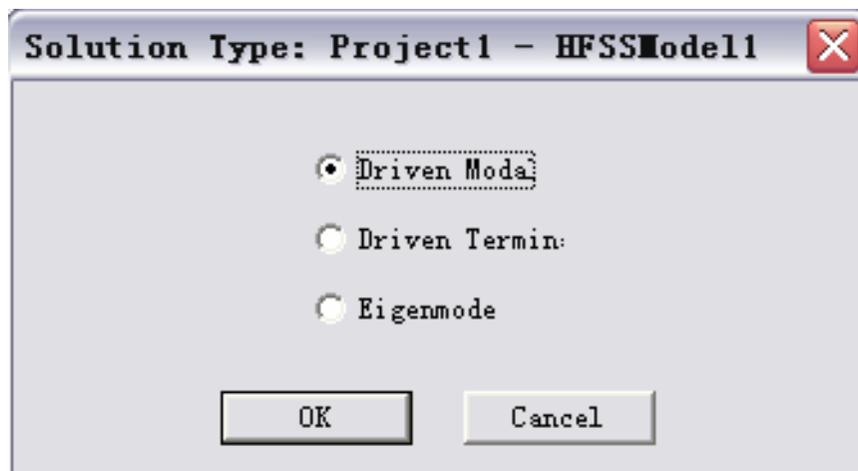

图5-1-19设置求解类型
(1) 在菜单栏中点击HFSS>SolutionType。
(2) 如图5-1-19所示，在弹出的 Solution Type窗口中：